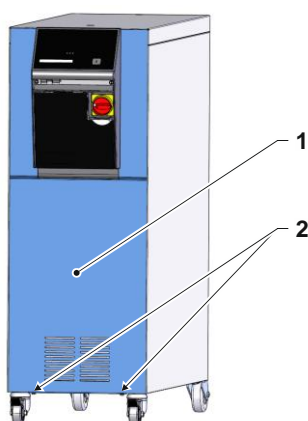

Fig. 1: Retirer la tôle frontale
- Desserrer 2x les vis hexagonales (Marquage 2 → Fig. 1).
- Sortir légèrement la tôle frontale (Marquage 1 → Fig. 1) par le bas.